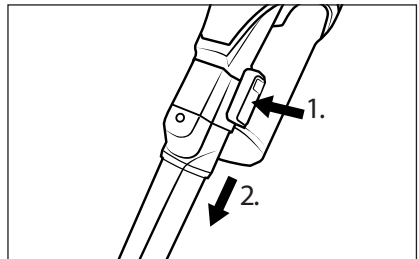

Fig. 15
- ◆ Para desmontar el accesorio, mantenga pulsado el botón de desencastre del accesorio y tire de este para extraerlo del tubo de aspiración **23** o del orificio de aspiración del aparato (consulte la fig. 15).